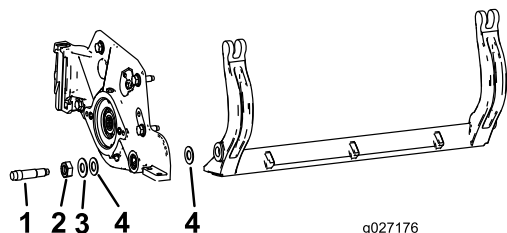

图 25
取下底刀架两端的 2 个尼龙垫圈和 1 个钢垫圈图 25。
3. 将尼龙垫圈放在侧板凸起的一侧。在两个尼龙垫圈的外侧各放一个钢垫圈图 25。